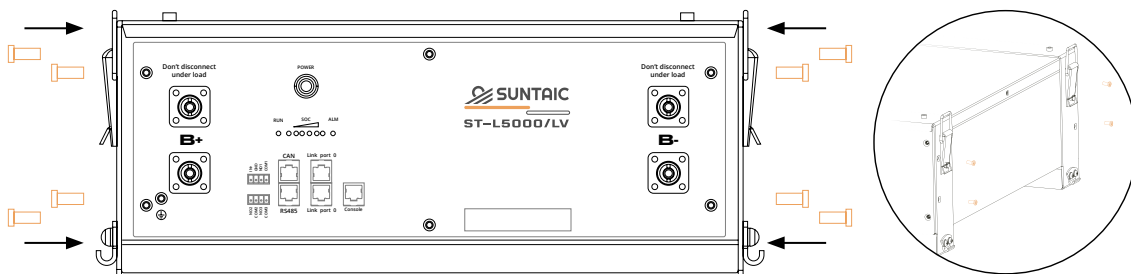

Fig. 5 Instalación del soporte
- 1.3 Fije los brackets al módulo con los tornillos retirados anteriormente de la parte **delantera y trasera** del módulo, tal como se muestra en la figura (Fig. 5).